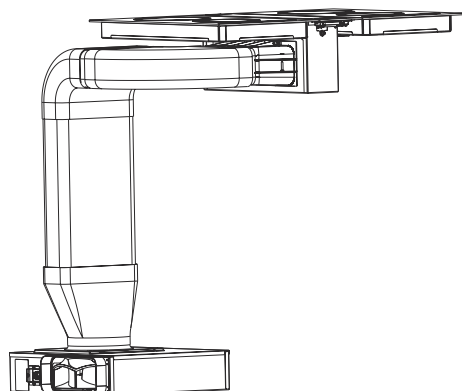

Abb. 15
11. ▶ Planen Sie die Abluftverbindungen (Abb. 15).